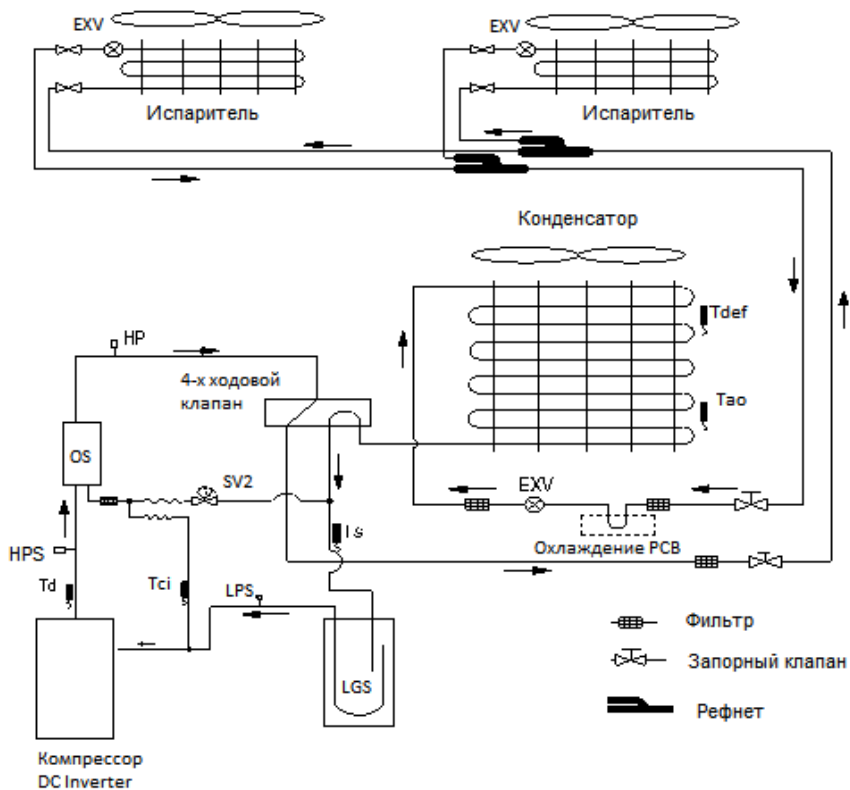

Рис.1.2
- Работа системы основана на принципе парокомпрессионной холодильной машины (см. рис.1.2)
- *Сепаратор (OS)* предотвращает выброс масла во фреоновый контур. Но часть масла, ушедшая в контур, возвращается с фреоном в компрессор во процессе работы, а также при включении специального *режима возврата масла*